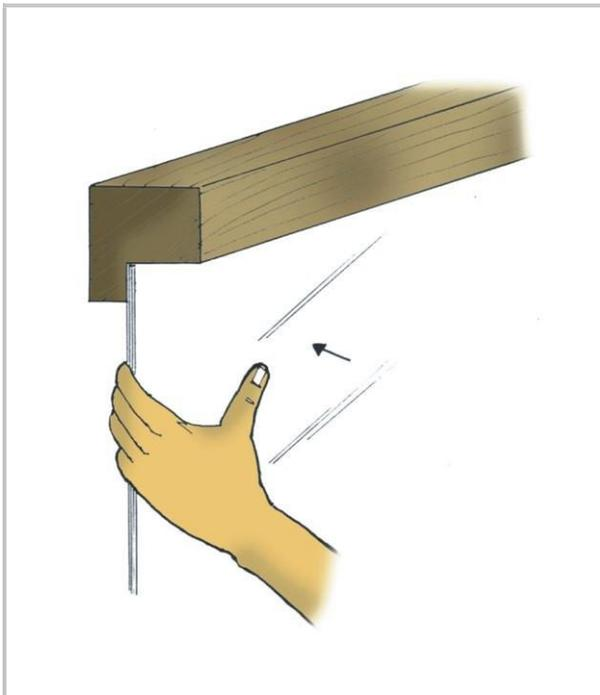

Fig. 1
1. Colocar la espátula o el desarmador entre el junquillo y el marco de madera y moverlo hacia arriba y hacia abajo para desclavar el junquillo del marco. Retirar el vidrio dañado o roto (Fig. 1).